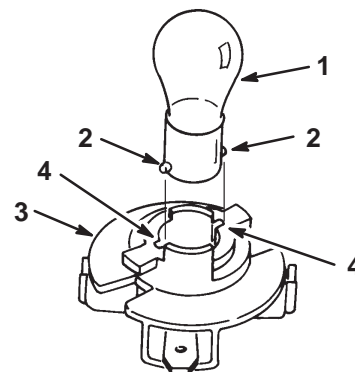

Figure 35
4. Pousser sur l'ampoule pour la tourner à fond vers la gauche (env. 1/4 tour) et la retirer de l'embase (Fig. 35).
1. Le culot de l'ampoule présente deux ergots métalliques. Aligner ces ergots face aux fentes de l'embase et insérer le culot dans la douille de l'embase (Fig. 35). Pousser sur l'ampoule et la tourner à fond vers la droite.